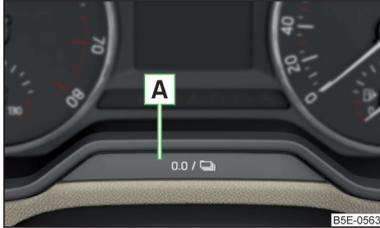

Abb. 27
➤ Die Taste **A** » Abb. 27 auf Seite 33 antippen.
- Die Taste **A** » Abb. 27 drücken und gedrückt halten, bis im Display der Menüpunkt **Uhrzeit** angezeigt wird.